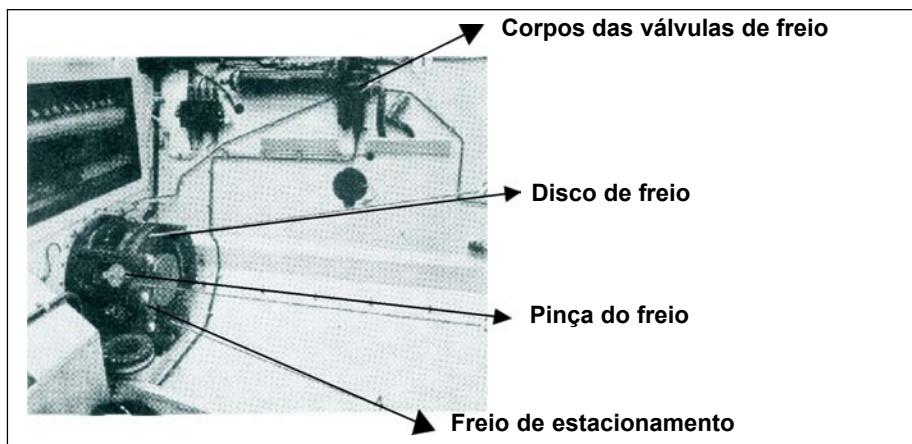

Fig 5-28. Discos de freio
(4) Bloco de válvulas:
- (e) válvula de retenção (02) (anti-retorno);
(5) discos de freio - São em número de dois localizados entre a transmissão e o redutor permanente, onde ficam solidários aos mesmos. Cada disco possui 8 (oito) pastilhas de freio. (Fig 5-28)
(6) Freio de estacionamento - São em número de dois e acionados mecanicamente através dos tirantes com dois punhos com retém, localizados no compartimento do motorista, que movimentam as duas pastilhas de freio existentes em cada disco. Após ser acionado o freio de estacionamento, um relê de contato irá acionar o aviso localizado no painel de controle do motorista, caso o motor esteja funcionando. (Fig 5-28)